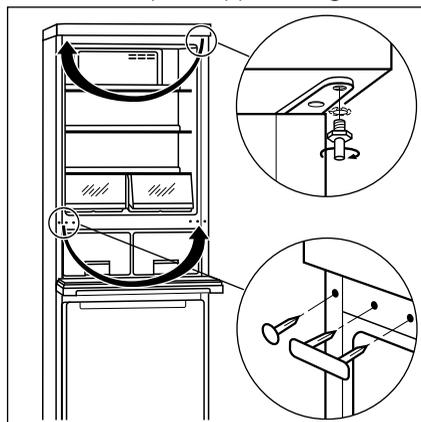

**Fig. 7**
- ❑ Svitare la cerniera inferiore della porta dello scomparto refrigerante (**Fig. 7**) e togliere la porta verso il basso.